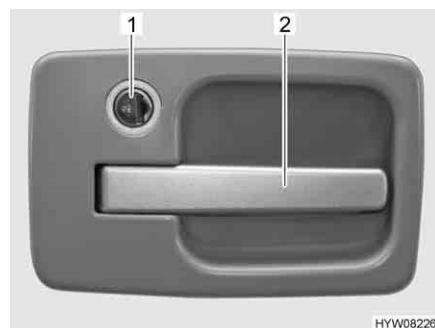

Fig. 30 Serratura della porta (porta di ingresso, lato esterno)
- Inserire la chiave nel cilindro della serratura (Fig. 30,1) e ruotarla sul simbolo "🔓". La serratura della porta è sbloccata.
- Tirare la maniglia della porta (Fig. 30,2). La porta è aperta.
- Inserire la chiave nel cilindro della serratura (Fig. 30,1) e ruotarla sul simbolo "🔒". La serratura della porta è bloccata.